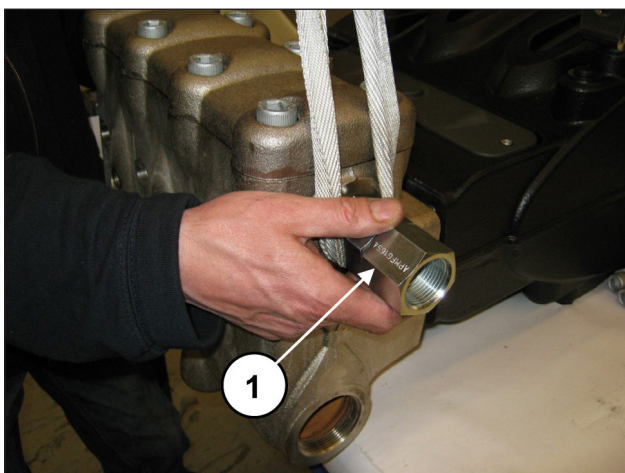

图 112
在泵头拆卸期间, 应格外注意不要碰撞活塞(①, 图 112)。